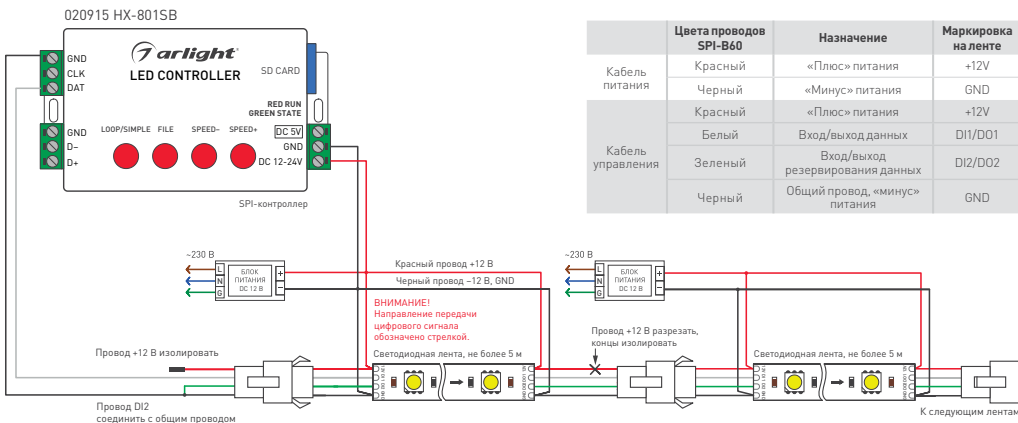

Рис. 1. Схема подключения ленты с использованием SPI-контроллера с одним выходным портом и с использованием отдельных блоков питания
- Подключите ленту в соответствии со схемой (рис. 1). Соблюдайте полярность подключения и направление передачи сигнала [вход/выход]. Обращайте внимание на маркировку, нанесенную на печатную плату и на цвета соединительных проводов.
- Подключите ленту согласно схеме (рисунок 1).